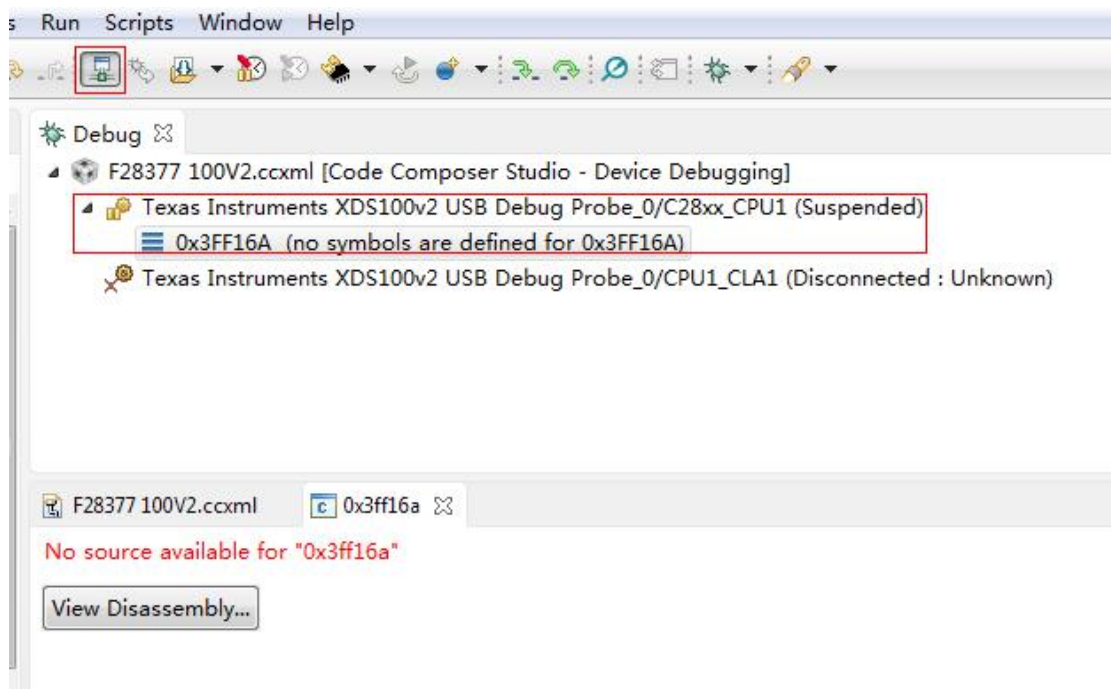

图 3-15-1 连接界面
- (1) 首先将 CCS6.1 开发环境打开;
- (2) 接着把仿真器的 USB 与电脑进行连接, 将仿真器的另一端 JATG 端插到 YX-F28377 开发板的 JATG 针处 (注意仿真器插入方向, 请仔细核对防差错针的位置);
- (3) 连接目标板, 出现如下图 3-15-1 则表示连接成功;